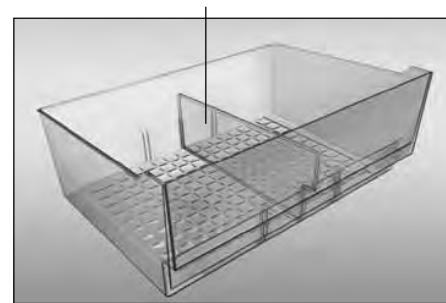

Figura 9
4.1.7 Cutia (pentru fructe și legume) are un separator, după cum se vede în figura 9, care se instalează în una din cele trei pozii cu ajutorul adânciturilor de direcționare.